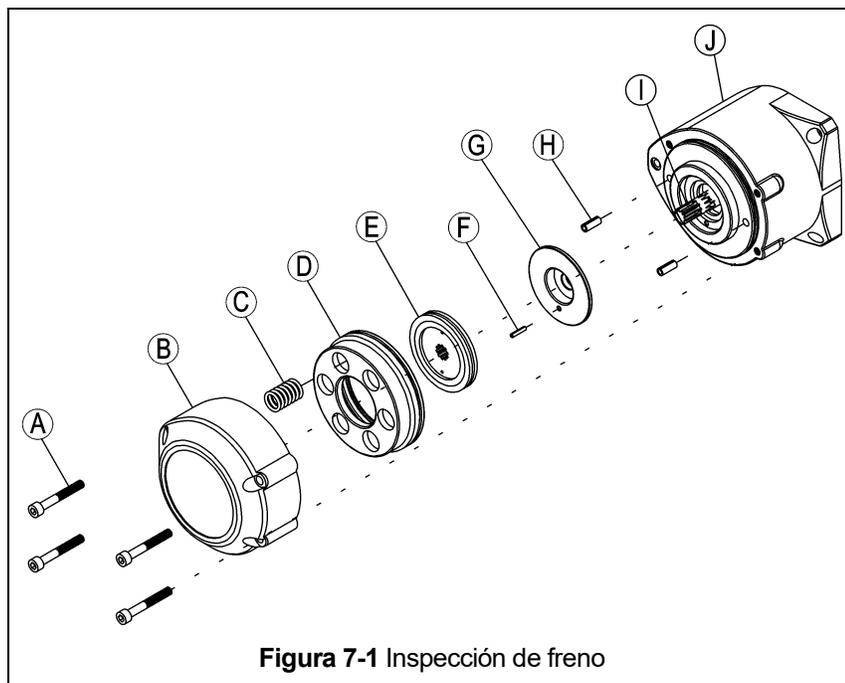

Figura 7-1 Inspección de freno
7.1.3 El siguiente es el procedimiento de inspección del freno del polipasto/tecle. Consulte la figura 7-1.